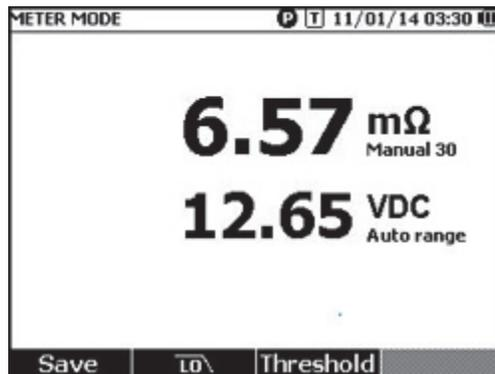

**Рис. 3-2. Подключение измерительного щупа к батарее**
*Стабильные и верные показания отображаются только тогда, когда и внутренний, и внешний наконечники измерительного щупа полностью подключены к штырям батареи. Чтобы получить наиболее точные показания внутреннего сопротивления, не прикладывайте измерительные щупы к винтам. См. Рис. 3-2.*